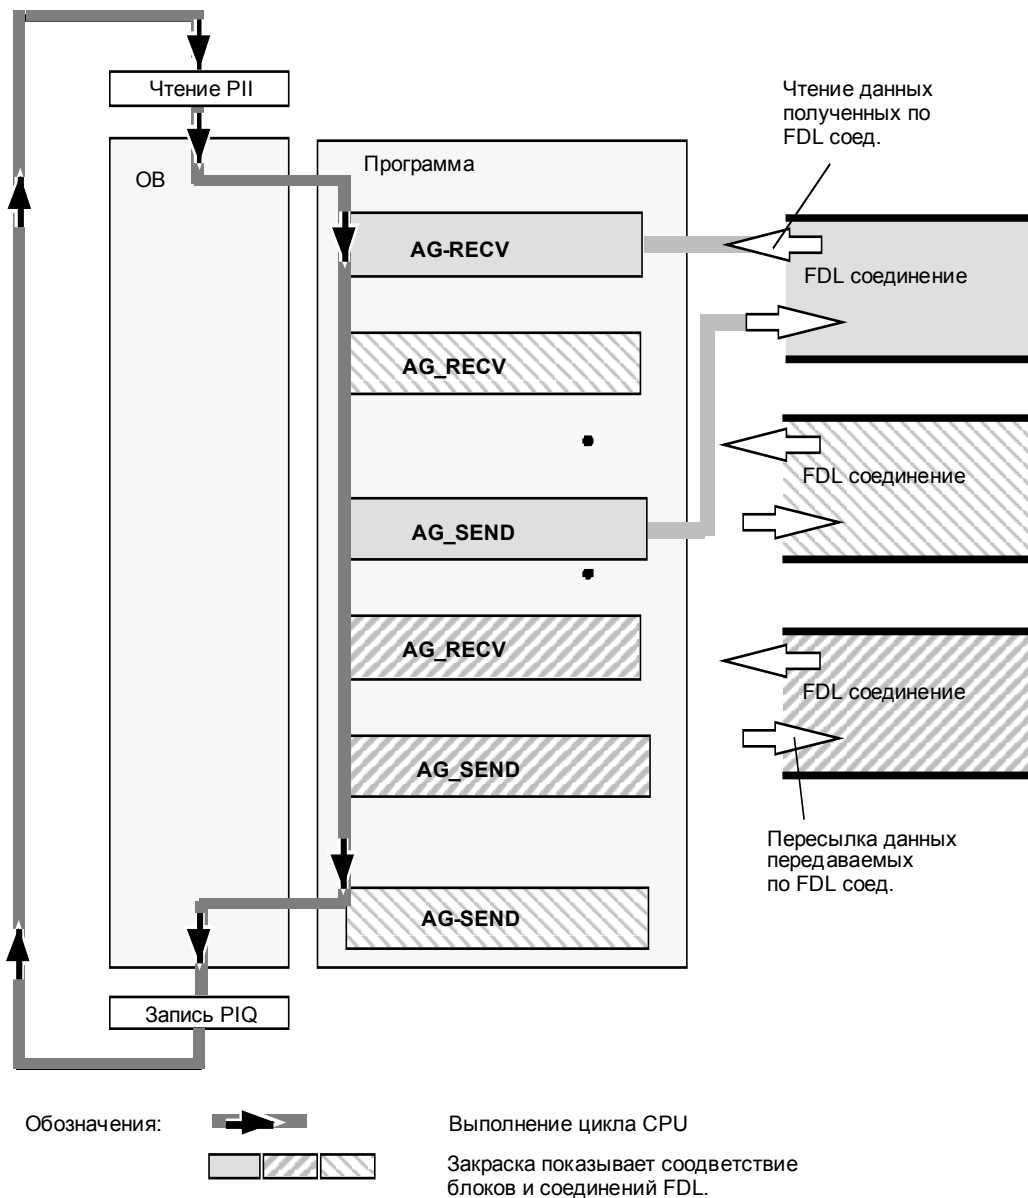

Рис. 6–10 Типичная последовательность вызова функций FDL в цикле CPU
- Пользовательская программа, состоящая из любого количества блоков (OB, FB или FC -> см. также /5/) обращается к нескольким FDL соединениям (Рис. 6–10 содержит три соединения).